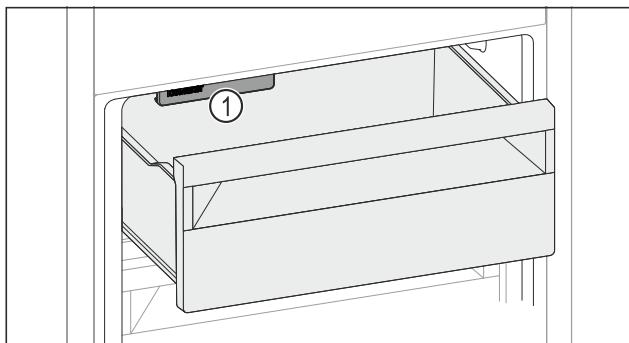

Fig. 136
► IceMaker Fig. 136 (1) berücksichtigen.